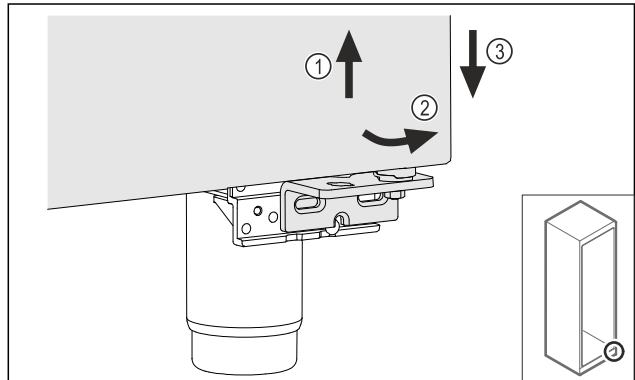

Fig. 16
- Sollevare leggermente la porta Fig. 16 (1), inclinarla in avanti sulla parte inferiore Fig. 16 (2) e abbassarla Fig. 16 (3).